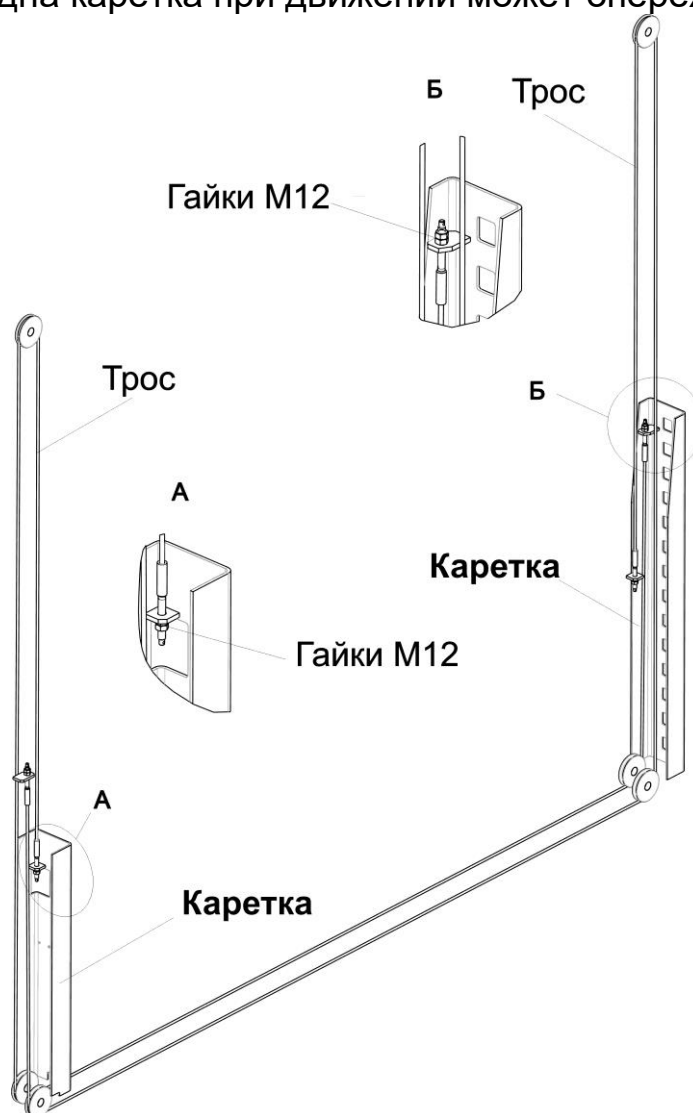

Рисунок 6.3 - Схема запасовки синхронизирующих тросов
6.6 Поднять каретки погрузчиком или другими подъемными средствами и установить их на фиксаторы (на высоте около 460 мм от пола). Установить тросы системы синхронизации кареток (см. Рисунок 6.3). Для облегчения монтажа тросов в каретках использовать тонкую проволоку, продетую через отверстие в наконечнике троса, убедиться, что тросы расположены на блоках. Отрегулировать натяжение тросов, путем закручивания гаек М12, до одинаковой степени натяжения, затем законтрить. При чрезмерном натяжении тросов каретки движутся прерывисто. При недостаточном натяжении тросов одна каретка при движении может опережать другую.